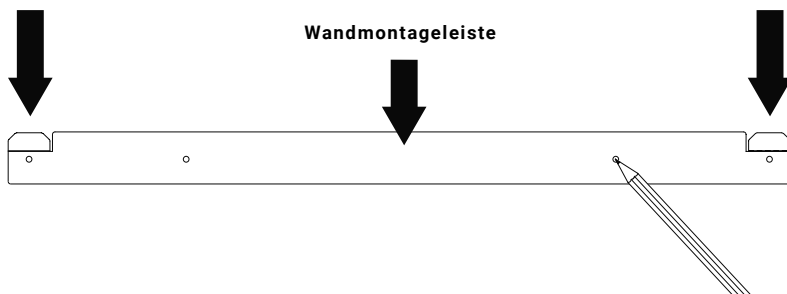

Abb. 3
4. Installieren Sie die Dübel in die Wand. Installieren Sie dann die Halterung mit den mitgelieferten Schrauben M4 x 30 mm an der Wand (siehe Abbildung 3).